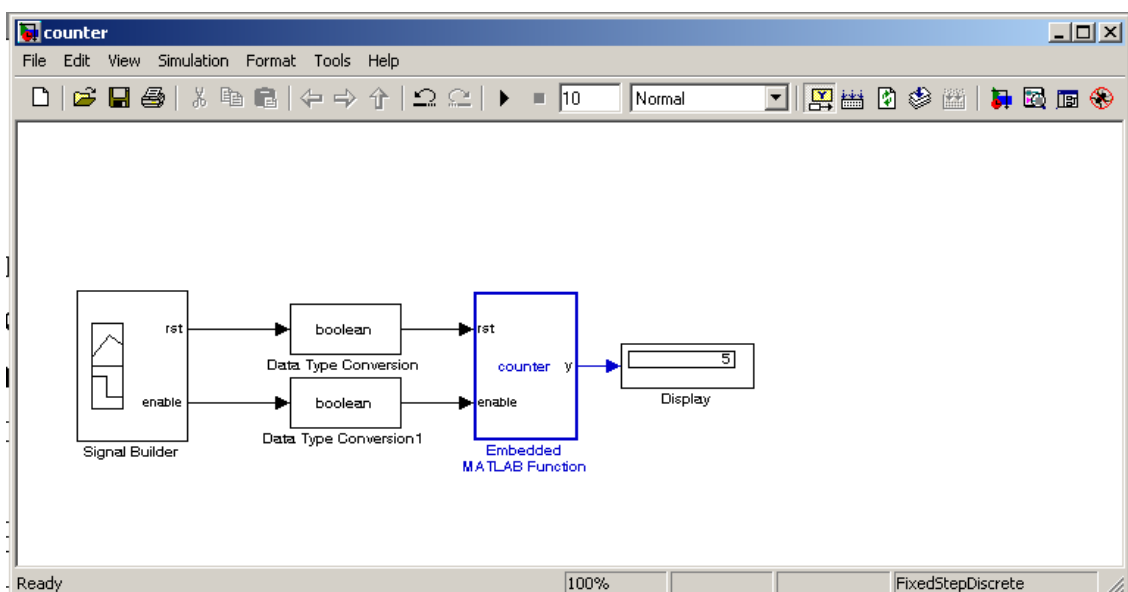

Рис. 21. Вид диаграммы модели, использующей Embedded MatLab function блок
11. Соедините блоки сигналами так, чтобы диаграмма модели выглядела как на рис. 21.